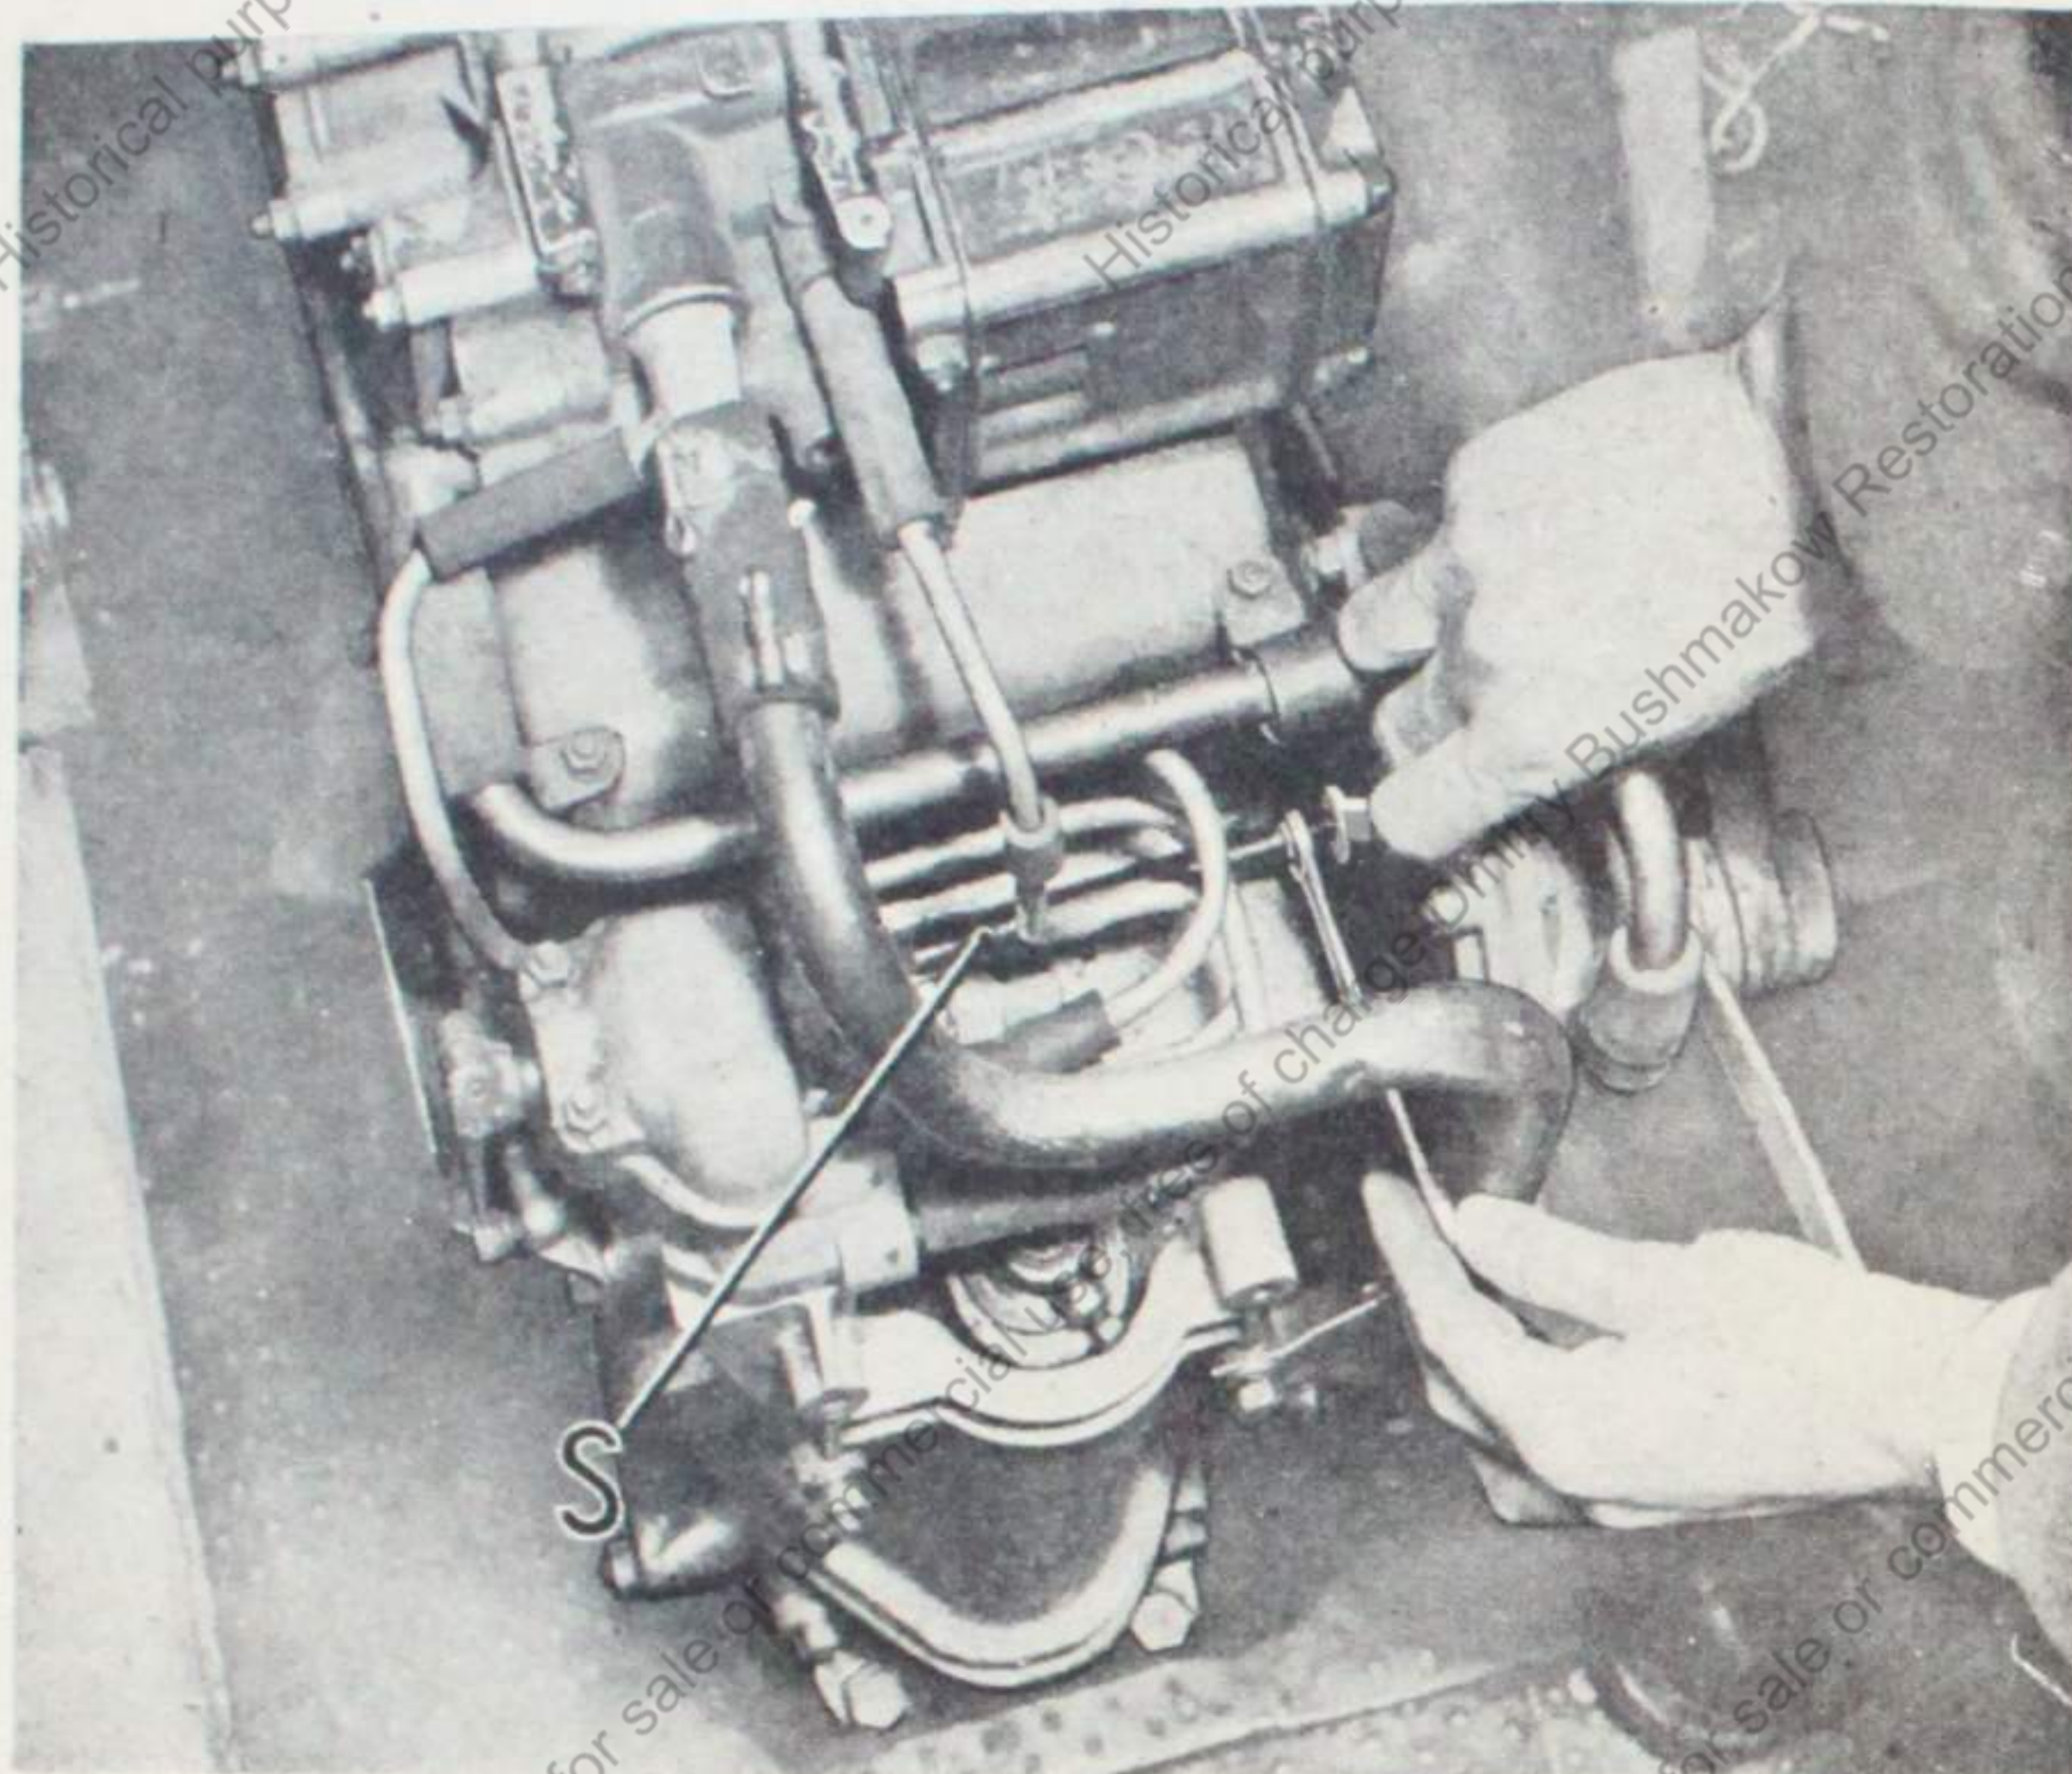

Bild 48
Reicht die Gestänge-Einstellung nach Bild 48 nicht aus:
10. Feineinstellung nach Bild 48.